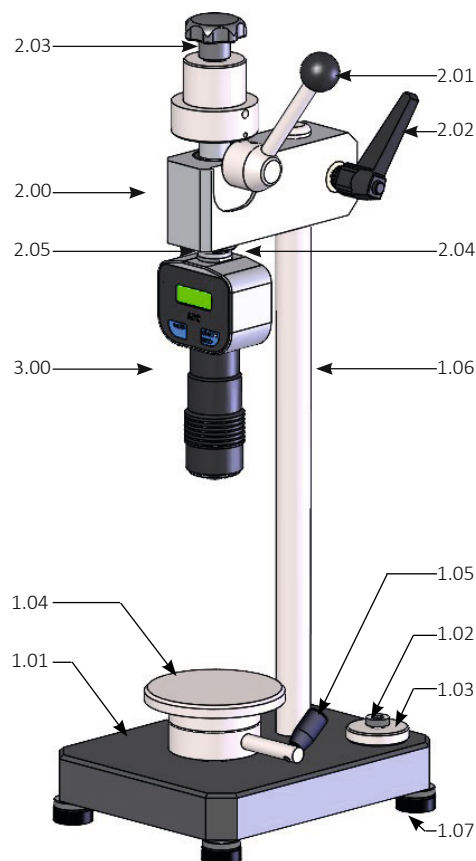

Fig. 1 Éléments du banc d'essai
- › Ajustez le banc d'essai en tournant les vis de pied (1.07, Fig. 1), avec les écrous moletés desserrés de manière à ce qu'il soit stable.
- › Poussez le bras porte-pièce (2.00, Fig. 1) sur la colonne (1.06, Fig. 1) et bloquez-le à l'aide du levier de serrage (2.02, Fig. 1) dans la partie supérieure de la colonne.